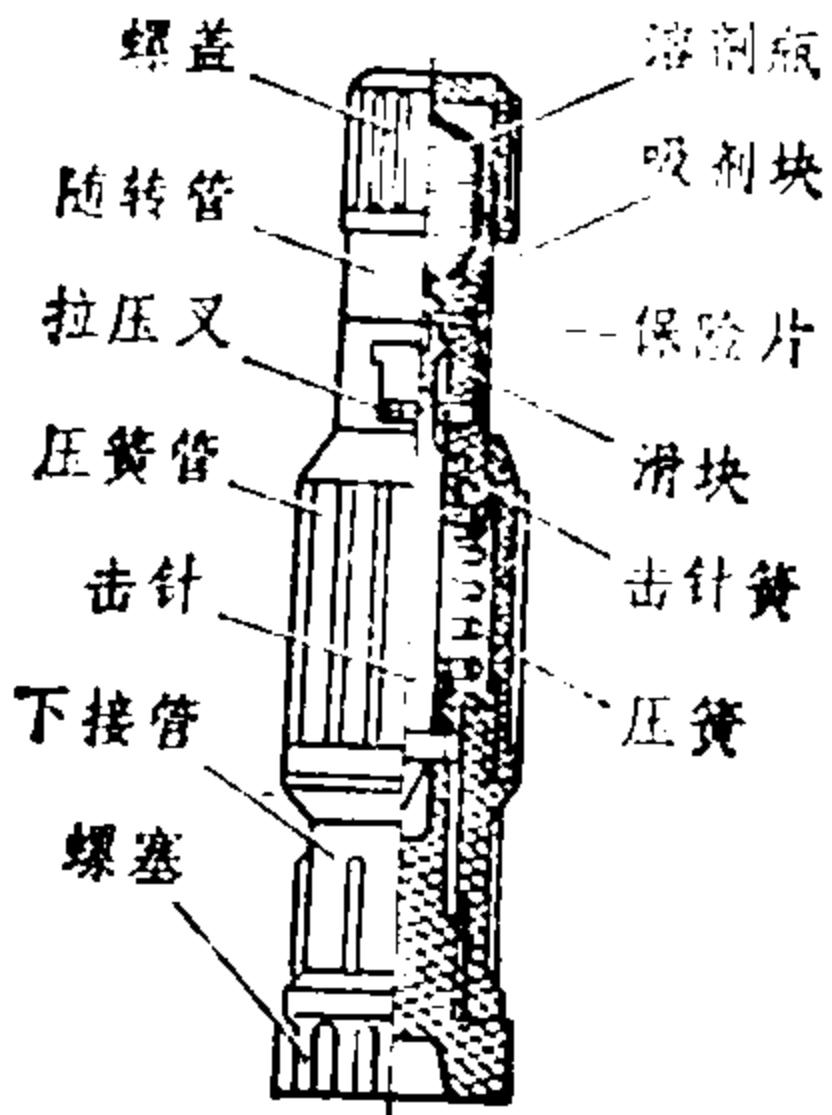

图36 七二式压、拉两用引信
1. 引信(图36) 引信由螺盖、溶剂瓶、吸剂块、随转管、保险片、拉压叉、滑块、压簧、压簧管、击针、击针